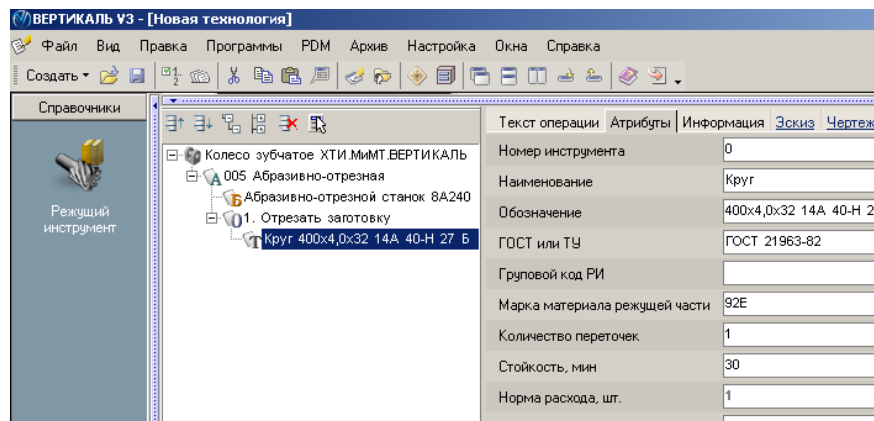

Рис.6
5. Дерево ТП и текст технологии теперь выглядят так, как показано на рис. 6.